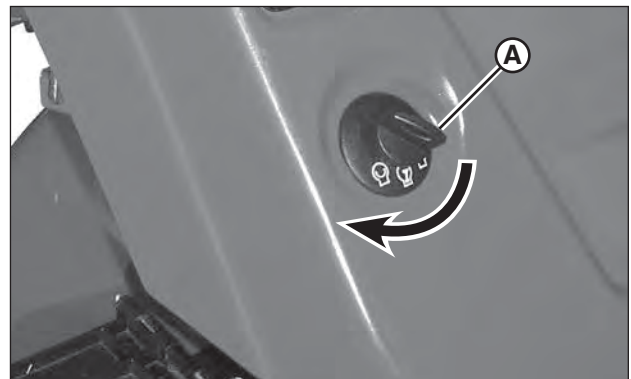

Figure 7: Clé de contact
6. Insérer la clé de contact (A, Figure 7) dans l'interrupteur d'allumage. Tourner la clé de contact sur la position « DÉMARRER » jusqu'à ce que le moteur démarre.